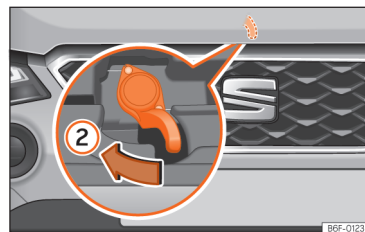

Fig. 178 Alavanca sob o capô.
• Para levantar o capô, pressione para a esquerda com a palma da mão para baixo a alavanca situada sob o capô, no centro »» Fig. 178 ②. Os ganchos de fixação ficam desbloqueados.